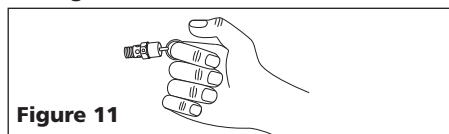

Figure 11
1. Tirer l'anneau sur la soupape de sûreté et la laisser revenir à sa position normale (Voir Figure 11). Cette soupape laisse échapper l'air automatiquement si la pression dans le réservoir dépasse le maximum réglé d'avance.